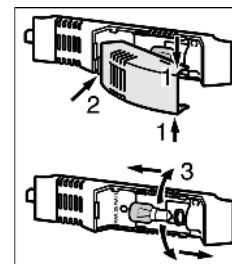

Fig. 13
- Kryt světla uchopte nahoře a dole Fig. 13 (1).
- Kryt světla vzadu uvolněte ze západek a vysadte Fig. 13 (2).
- Vyměňte žárovku Fig. 13 (3).